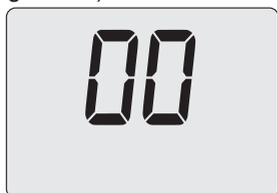

Figura 7.5
- Pulsando el botón 17 (Figura 7.2), el display LCD muestra el valor del parámetro P06 (Figura 7.5).